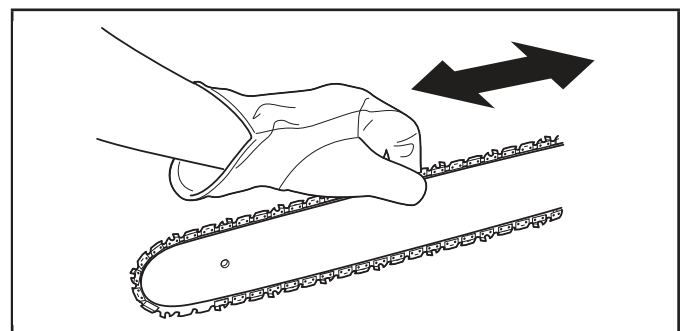

Figure 27
4. Portez des gants protecteurs pour tenez le bout de la barre de guidage vers le haut et déplacez la chaîne dans un mouvement de va-et-vient le long de la barre de guidage (Fig. 27). Assurez-vous que la chaîne se déplace librement et qu'elle est bien placée dans le pignon. Si la chaîne ne se déplace pas librement, tournez lentement la vis de tension de la chaîne dans le sens des aiguilles d'une montre pour desserrer la chaîne.